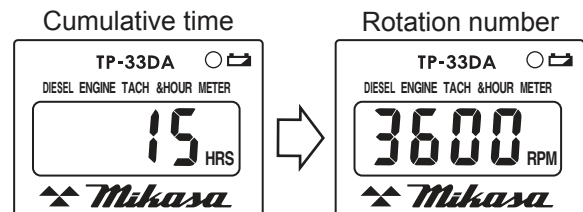

Figure 19. Compteur d'heures
- Pendant que la machine fonctionne, le tachymètre indique le nombre de rotations (Figure 19).